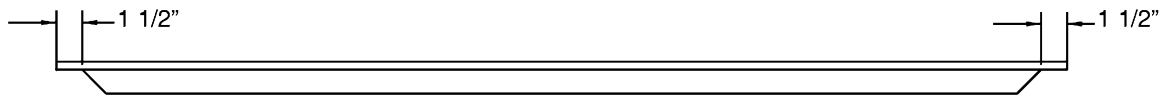

**Fig 3**
- Center the shelf top on top of the shelf braces, making sure to position the braces under the ten holes. Using 1 1/2" #6 or #8 coarse thread drywall screws, screw the shelf top to the shelf braces (Fig. 3).
- Utilisez des vis à filetage large de 1 1/2 po. (3,8 cm) #6 ou #8 pour cloisons sèches, vissez l'étagère dans les supports (Fig.3)